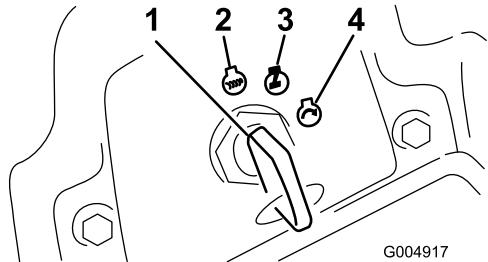

Figura 18
- Rode a chave da ignição no sentido dos ponteiros do relógio para a posição Run (Figura 18).
- Rode a chave da ignição para a posição Off (desligar) (Figura 18). Espere até que todas as peças em movimento parem, antes de sair da posição de operação.